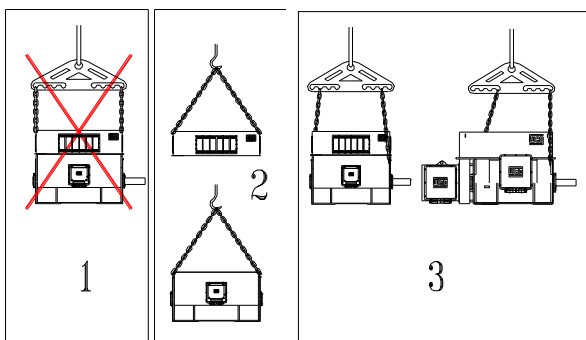

图 3.1: 电机搬运
- 电机必须按图 3.1 中第 2 项和第 3 项所示方法搬运；
- 如果重心没有位于吊环正中心、使用图 3.1 中第 3 项所示方法之一。